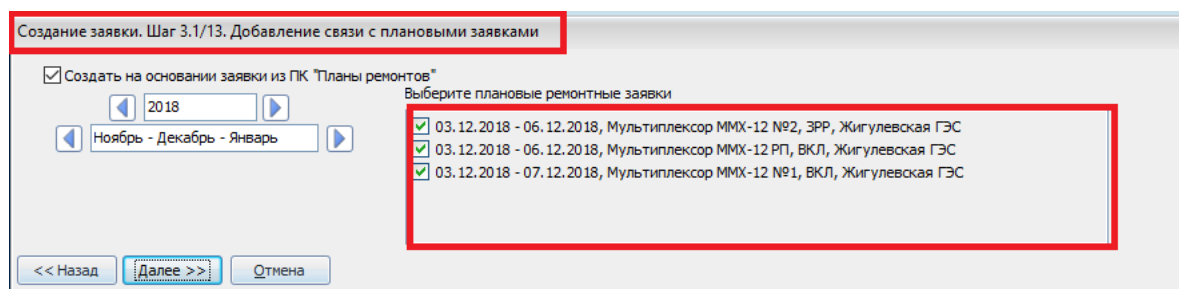

Рисунок 10.12 – Добавление связи с плановыми заявками
- **«Шаг 3.1/12. Добавление связи с плановыми заявками».** Шаг отображается, если на шаге 3/12 выбрана категория заявки «Плановая». На данном шаге необходимо выбрать плановые ремонтные заявки, которые будут сопоставлены с создаваемой диспетчерской (при установленном флаге «Создать заявку на основании заявки из ПК «Планы ремонтов», по умолчанию флаг установлен) (Рисунок 10.12). При включенной функции ScheduleAgreeComparison=1 в файле zvk.ini (см. руководство системного администратора раздел «Описание параметров файла zvk.ini») данный шаг будет доступен для заявок, созданных за чужое предприятие с целью согласования. При включенной функции ScheduleAgreeComparison=1 в файле zvk.ini (см. руководство системного администратора раздел «Описание параметров файла zvk.ini») поиск подходящих плановых заявок на шаге 3.1/12 выполняется не только по ГР с целью «утверждение», «согласование», но и по ГР с целью «предварительное согласование» (алгоритм поиска ПРЗ для сопоставления не меняется). Данные ПРЗ имеют в информации текст «(предварительное согласование)» и располагаются после ПРЗ из ГР с целью «согласование», при этом сортировка ПРЗ из графиков с целью «утверждение», и ПРЗ из графиков с целью «согласование», и ПРЗ из графиков с целью «предварительное согласование» остается прежней и отрабатывает в своих мини-группах.